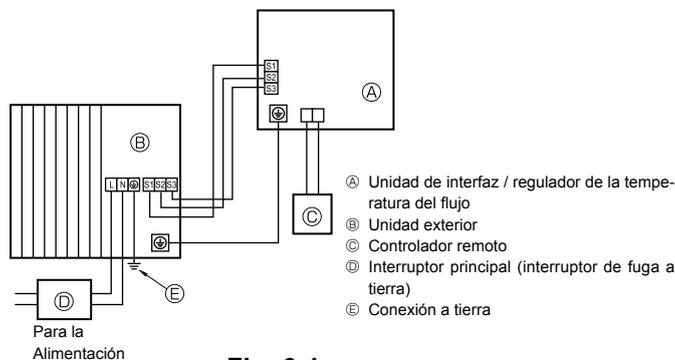
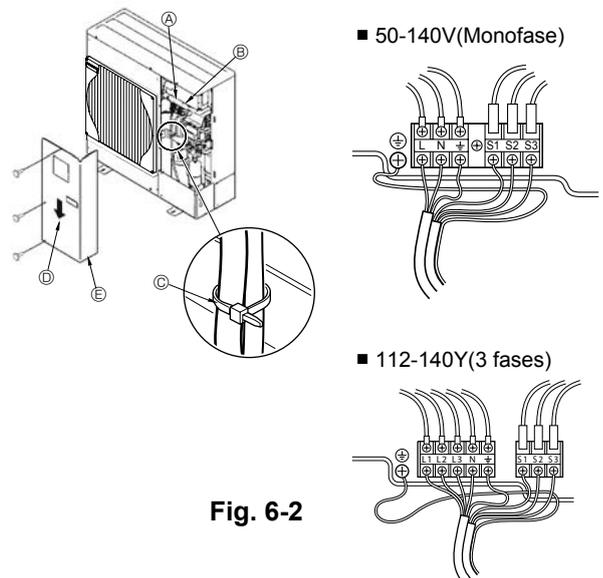

Fig. 6-1
Fig. 6-2
6.1. Unidad exterior (Fig. 6-1, Fig. 6-2)
- 2 Tienda los cables de acuerdo con la Fig. 6-1 y Fig. 6-2.